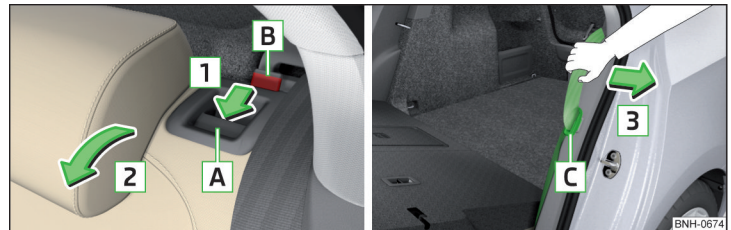

Abb. 69 Sitzlehne vorklappen / Bereitschaftsstellung des Sicherheitsgurts
- Die Schlosszunge **C** des Sicherheitsgurts in die Öffnung in der Seitenverkleidung stecken - Bereitschaftsstellung » Abb. 69.
- Den äußeren Sicherheitsgurt **C** zur Seitenverkleidung in Pfeilrichtung **3** ziehen » Abb. 69.